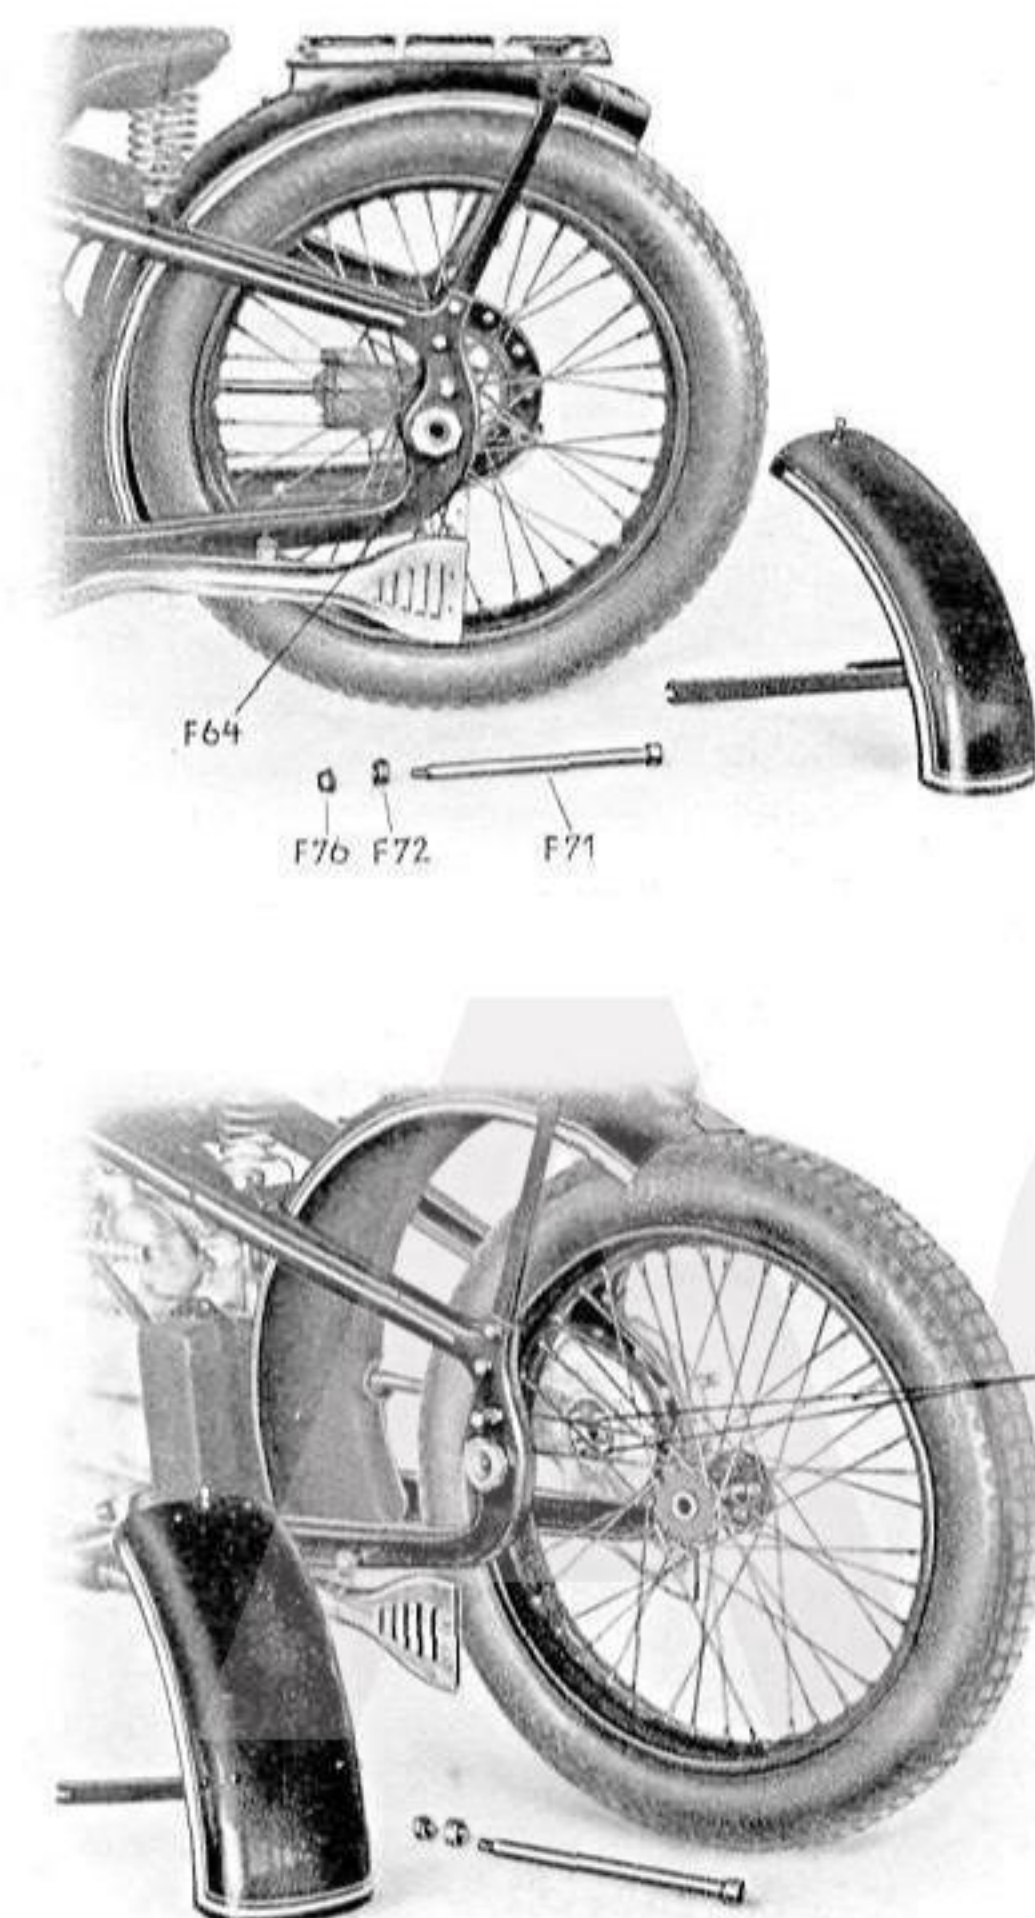

Abb. 32
l) **Abnahme des Hinterrades:** Diese ist noch einfacher wie beim Vorderrad und eine Arbeit von knapp einer Minute. Zunächst stellt man die Maschine auf den hinteren Kippständer, lockert die beiden Muttern, die die Seitenstützen des hinteren Schutzblechteiles am Kardangehäuse bzw. am Rahmen halten und auch die Mutter auf dem Schutzblech unterhalb des Gepäckträgers. Danach kann man das hintere Schutzblechteil abnehmen. Die Bundmutter F 76 auf der linken Seite der Achse ist loszuschrauben, die Steckachse F 71 herauszuziehen und die Distanzbüchse F 72 zwischen der Nabe und Lagerbüchse F 64 abzunehmen. Nun kann man das Rad aus den Mitnehmerzapfen F 7 und dann nach hinten heraus ziehen. (Abb. 32). **Zur Beachtung!** Das Hinterrad bei Reifenwechsel nicht auf die Flanschfläche legen, um diese nicht zu beschädigen. Beim Wiedereinsetzen darauf achten, daß die Fläche der Nabe und des Mitnehmerflansches sowie auch die Mitnehmerzapfen vollkommen sauber sind.